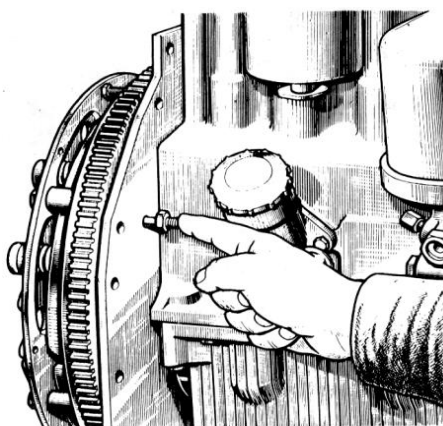

Рисунок 5.40. Установка фиксатора в отверстие заднего листа и маховика
- ▶ Вывернуть фиксатор из резьбового отверстия заднего листа и вставить его обратной стороной в то же отверстие до упора в маховик, при этом фиксатор должен совпадать с отверстием в маховике, см. рис. 5.40.
- ▶ Совместить фиксатор с отверстием в маховике, поворачивая в ту или другую сторону коленчатый вал, рис. 5.40;
- ▶ Завернуть в отверстие заднего листа фиксатор, рис. 5.40.